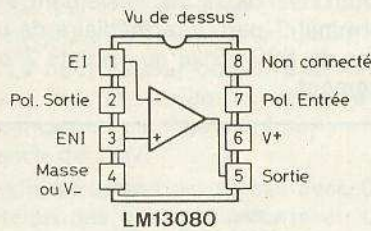
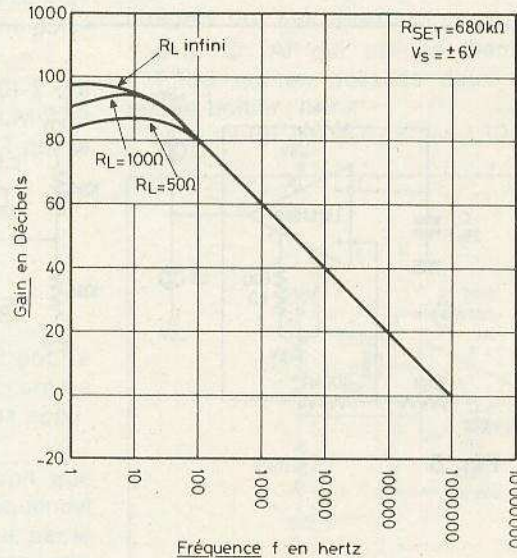
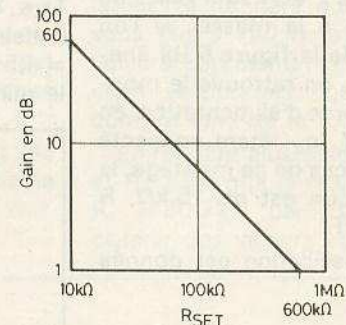

Fig. 8
Fig. 10
Fig. 11
Le brochage du circuit intégré LM 13080 est indiqué à la **figure 8**.
La mesure a été effectuée avec la charge de sortie  $R_L$  infinie et à la fréquence nulle, autrement dit en continu. En BF et HF, la réponse en boucle ouverte est donnée par la courbe de la **figure 10**. En ordonnées le gain en décibels et en abscisses, la fréquence, depuis 1 Hz jusqu'à 10 MHz. Remarquons que la forme de la courbe est linéaire, à partir de 100 Hz et dépend de la charge  $R_L$ , à  $f < 100$  Hz.
Lorsqu'il y a contre-réaction, le gain est plus faible et peut être relevé sur la courbe de la **figure 11**. Le gain est évalué en rapports  $V/V$ , de la tension de sortie à la tension d'entrée, en fonction de  $R_{SET}$  depuis 10 k $\Omega$  jusqu'à 1 M $\Omega$ .
Son schéma est donné à la figure 8.
Passons maintenant au montage de la figure 8. Le CI LF356 est monté dans un boîtier à 8 points de terminaison selon les indications de la figure 10.
En (A) on donne le branchement du boîtier rectangulaire DUAL IN LINE et en (B) celui du boîtier cylindrique. On pourra réaliser l'équilibrage entre les points 1 et 5 en suivant les indications de la **figure 11** mais cette opération n'a pas été effectuée dans le montage de la **figure 8**.